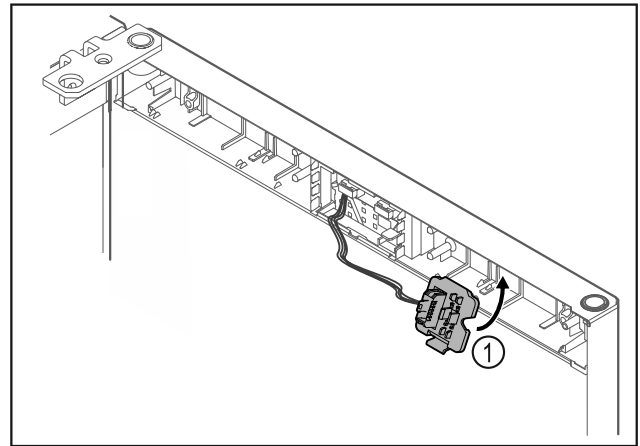

Fig. 15
- ▶ Accrocher le support de connecteur Fig. 15 (1) de l'autre côté.